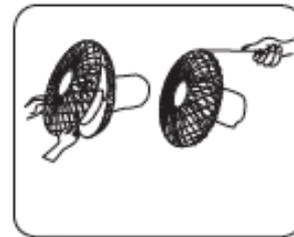

Fig. 3
3. Öppna klämmorna på det främre gallret och sätt det främre gallret på det bakre gallret (rikta in låsskruvhålen) och stäng klämmorna. Säkra de båda gallren genom att montera och dra åt fästskruven och muttern. (Fig. 3).